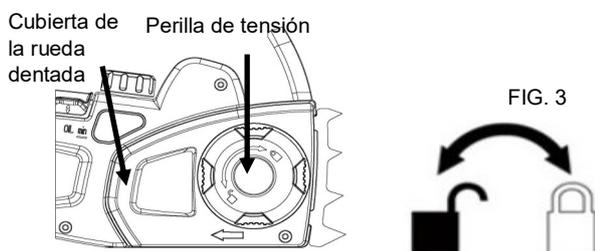

FIG. 3
3. Retire la cubierta de la rueda dentada. (Fig. 3)